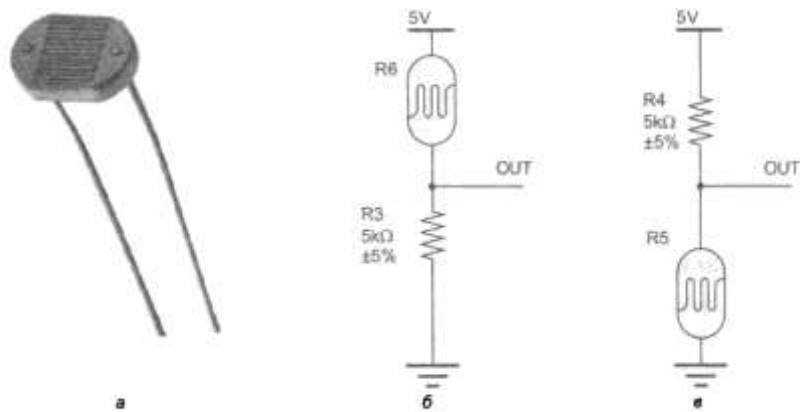

Рис. 9.3. Фоторезистор (а) и схемы подключения фоторезистора в качестве датчика освещенности (б и в)
2. Фоторезистор (рис. 9.3, а) под действием света изменяет свое сопротивление. При отсутствии освещения его сопротивление находится в пределах 1-200 МОм, а при освещении — уменьшается на несколько порядков. При этом фоторезистор имеет линейную зависимость сопротивления от освещенности, вследствие чего с его помощью удобно измерять освещенность в помещении.
Недостатками фоторезистора можно назвать достаточно высокое сопротивление и инертность — он не реагирует на изменение освещенности с частотой выше 1 кГц. Но при небольших скоростях движения робота использовать его все-таки можно. Схемы подключения фоторезистора приведены на рис. 9.3, б и в. Подсветка фоторезистора светодиодом и размещение их над исследуемой поверхностью организуются таким же образом, как и в случае применения фотодиода.